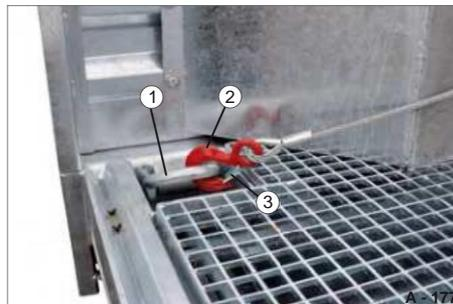

Fig. 224 Sblocco del dispositivo di sollevamento
- ÿ Premere la linguetta di sicurezza (Fig. 224/3).
- ÿ Agganciare il dispositivo di sollevamento (Fig. 224/2) dal punto di ancoraggio (Fig. 224/1).